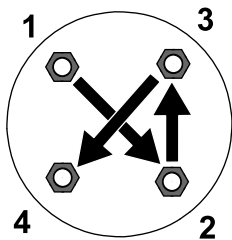

図 8
2. 図 8 のように対角線パターンで、ラグナットをトルク締めする 108-122 N·m 11-12 kg.m = 80 to 90 ft-lb。